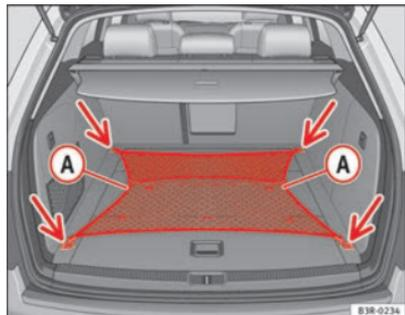

Abb.118 Ausgespanntes Gepäcknetz
- Befestigen Sie das Gepäcknetz an den vier Verzurrrösen -Pfeile- ⇒ Abb. 118.